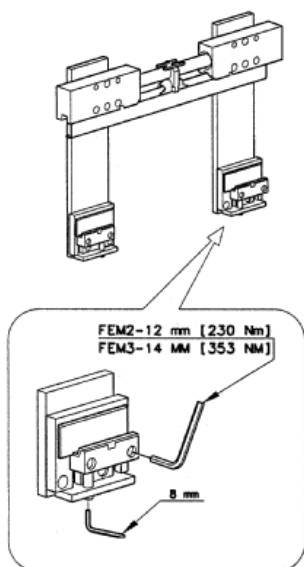

Fig.02
2.2 Allentare le viti dei ganci inferiori (**Fig.02**) fino a quando i ganci stessi scendono nella posizione abbassata, in modo da permettere il montaggio sulla piastra porta forche del carrello. E' bene lubrificare sia i pattini che la piastra del carrello nella zona inferiore dove avverrà l'appoggio dei pattini stessi.
2.4 Alzare i ganci inferiori fino ad avere un gioco non superiore a 1 mm (0.04"); bloccare le viti dei ganci inferiori, (**Fig.02**) con coppia di:
2.5 Avvitare a fondo (coppia di circa 6 DaN/m, - 43 Ft/Lbs) il grano di sicurezza posizionato sotto ai ganci inferiori, come da **Fig.02**.